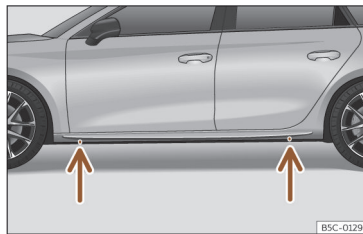

Fig. 236 Pontos de apoio do macaco.
- Procure na longarina a marca do ponto de apoio do macaco (zona afundada) mais próximo da roda a substituir >>> **Fig. 236.**